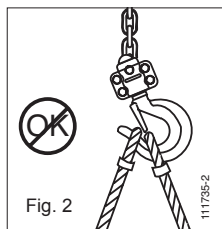

Fig. 2
1. que el accesorio de amarre de la carga sostiene al fondo del gancho y no impide el cierre del trinquete de seguridad (ver las fig. 2 y 3).